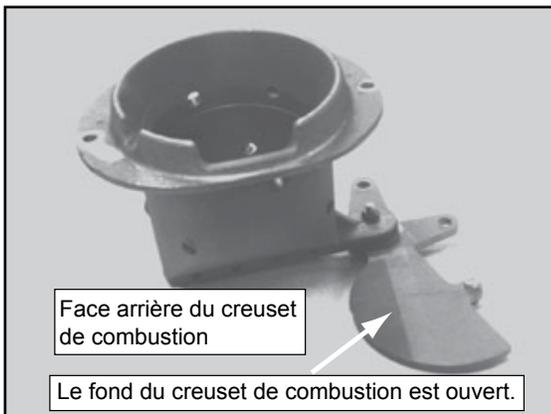

Figure 13.1
- c. fermez complètement la plaque de fond du creuset de combustion quand vous avez terminé. **Figure 13.1.**